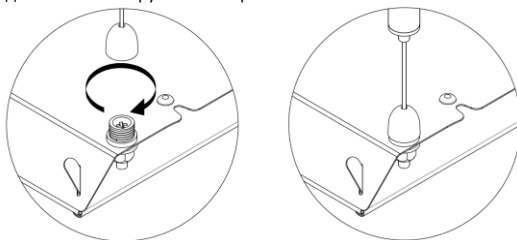

Рисунок 7 — Подвесной монтаж.
3) Установить на светильнике тросовые подвесы, используя 4 отверстия в корпусе светильника (см. рисунок 7). Рекомендуется использовать комплект подвешного монтажа Geniled. Для монтажа светильника серии Офис, ЛПО необходимо 2 комплекта.